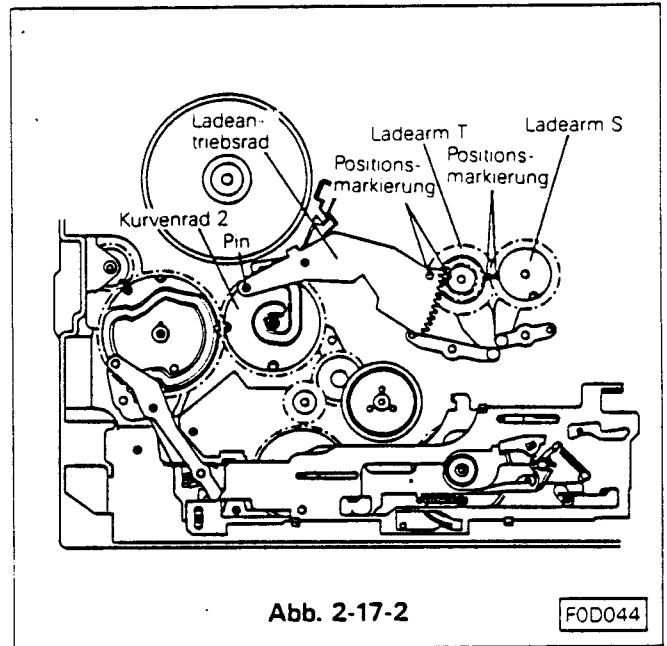

Abb. 2-17-2
- E. Den Sicherungsring vom Laderadarm entfernen. (Siehe Abb. 2-17-2)
- F. Den Ladearm S und T in die Ladeposition bringen. (Siehe Abb. 2-17-2)
- C. Beim Einsetzen des Ladearms darauf achten das die beiden Markierungen vom Ladearm T und Ladearm S nebeneinander liegen. (Siehe Abb. 2-17-2)